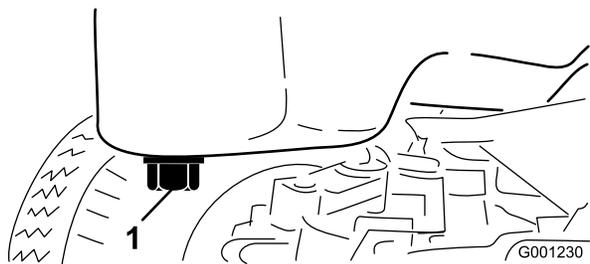

Рисунок 47
4. Подставьте сливной поддон под масляный поддон, совместив с пробкой сливного отверстия (Рисунок 47).